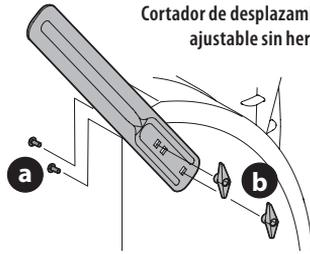

Figura 44
1. Retire los dos pernos del carro (a) y las tuercas de mariposa (b) que sujetan cada cortador de desplazamiento de nieve y retírelos de los lados de la caja de la barrena (Figura 44).
2. Gire los cortadores de desplazamiento de nieve y posícionelos según se muestra en la Figura 44 hacia el exterior de la caja de la barrena.